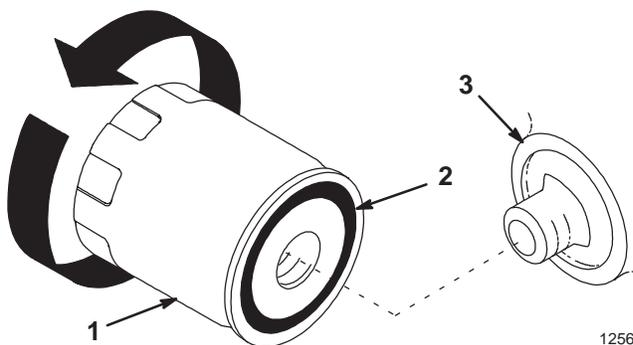

Bild 20
12. Wechseln Sie den Ölfilter bei Bedarf (Bild 20).
2. Entfernen Sie den alten Ölfilter und wischen Sie die Dichtfläche am Anbaustutzen ab (Bild 20).
3. Schmieren Sie die Gummidichtung am neuen Ölfilter (Bild 20) mit etwas Frischöl ein.
5. Ziehen Sie den Ölfilter um eine weitere 1/2 oder 3/4 Umdrehung fest (Bild 20).